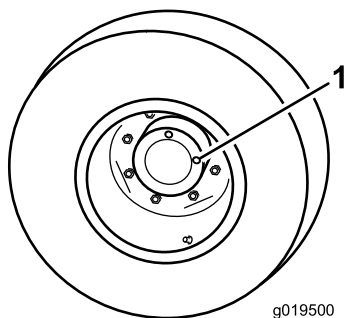

Figura 90
2. Posizionate la ruota in modo che un tappo di controllo (Figura 90) si trovi in posizione a ore 12 e l'altro a ore 3.
1. Tappo di controllo/spurgo (2)
3. Rimuovete il tappo a ore 3 (Figura 90).